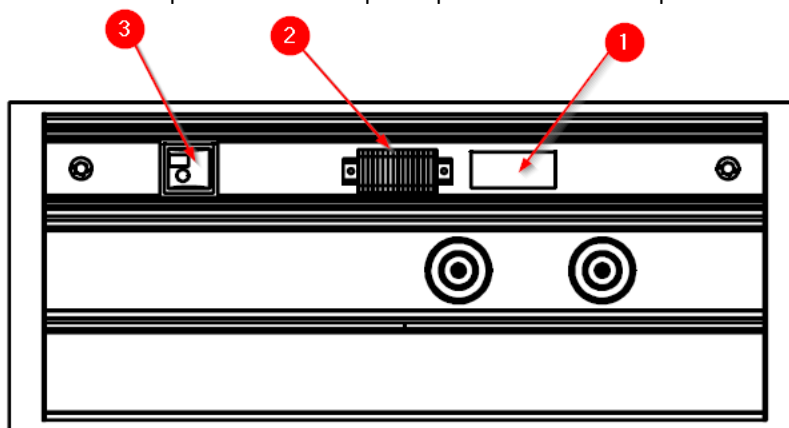

Fig.8 Detalle de los puntos de conexión eléctrica en AURA
Los circuitos eléctricos y voz y datos entran al equipo a través de una ventana (1) cuya dimensión y ubicación están detallados en el plano de instalación del equipo. Los circuitos eléctricos acaban en un bornero común (2), excepto voz, datos, cuya conexión es directa al mecanismo que corresponda (3). (Véase Fig.8).